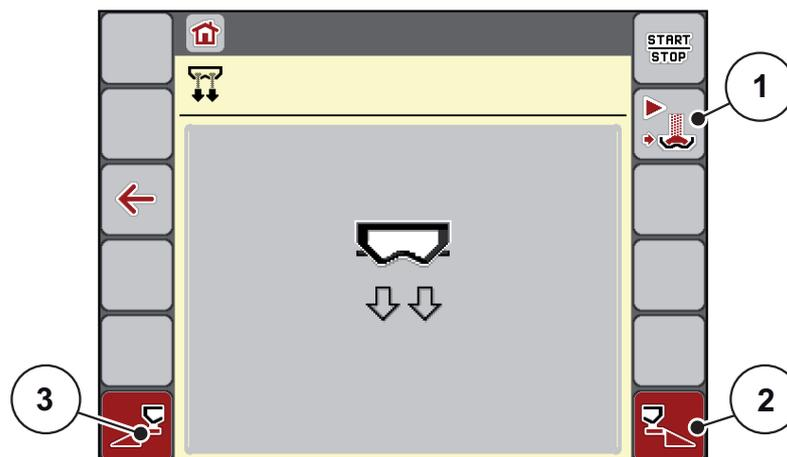

Bild 4.19: Menü Schnellentleerung
- ▷ Das Display zeigt die gewählte Teilbreite als Symbol (Bild 4.19, Position [2]).